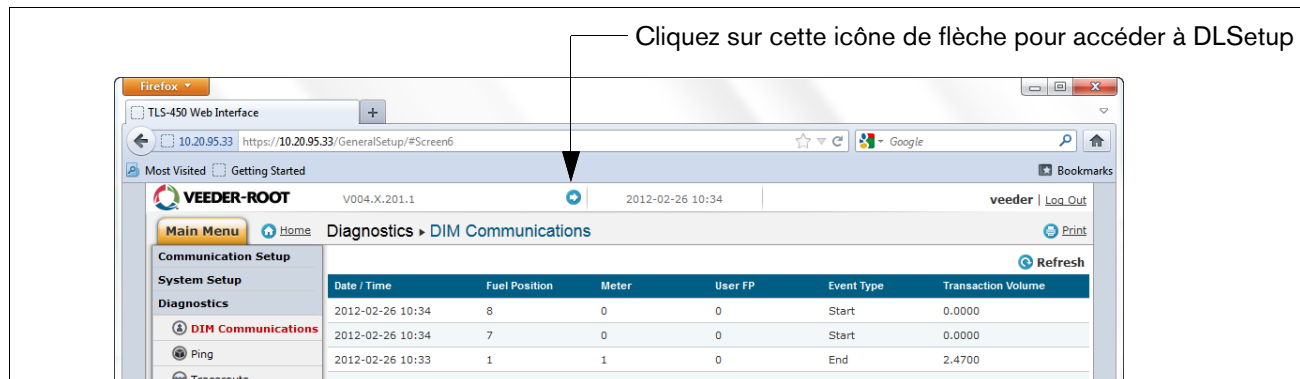

Figure B-13. Accès à DL Setup
15. Cliquez sur la flèche directement à gauche de la date pour passer dans l'application DLSetup (voir la Figure B-13).